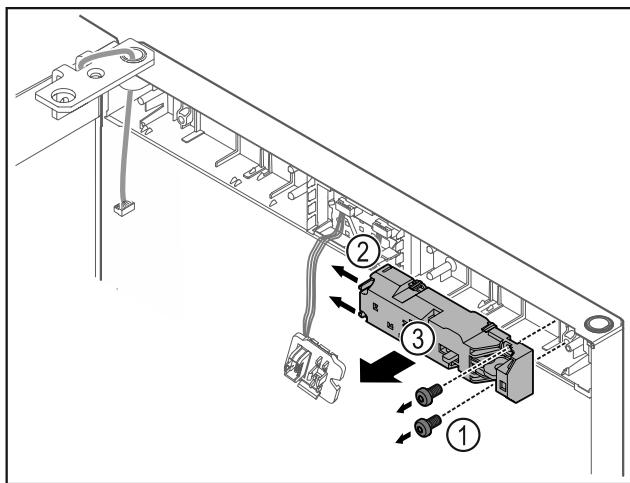

Fig. 17
- Odvrnite vijke Fig. 17 (1).
- Pritisnite jezičke Fig. 17 (2) na stranu i skinite daljinsku bravu Fig. 17 (3).